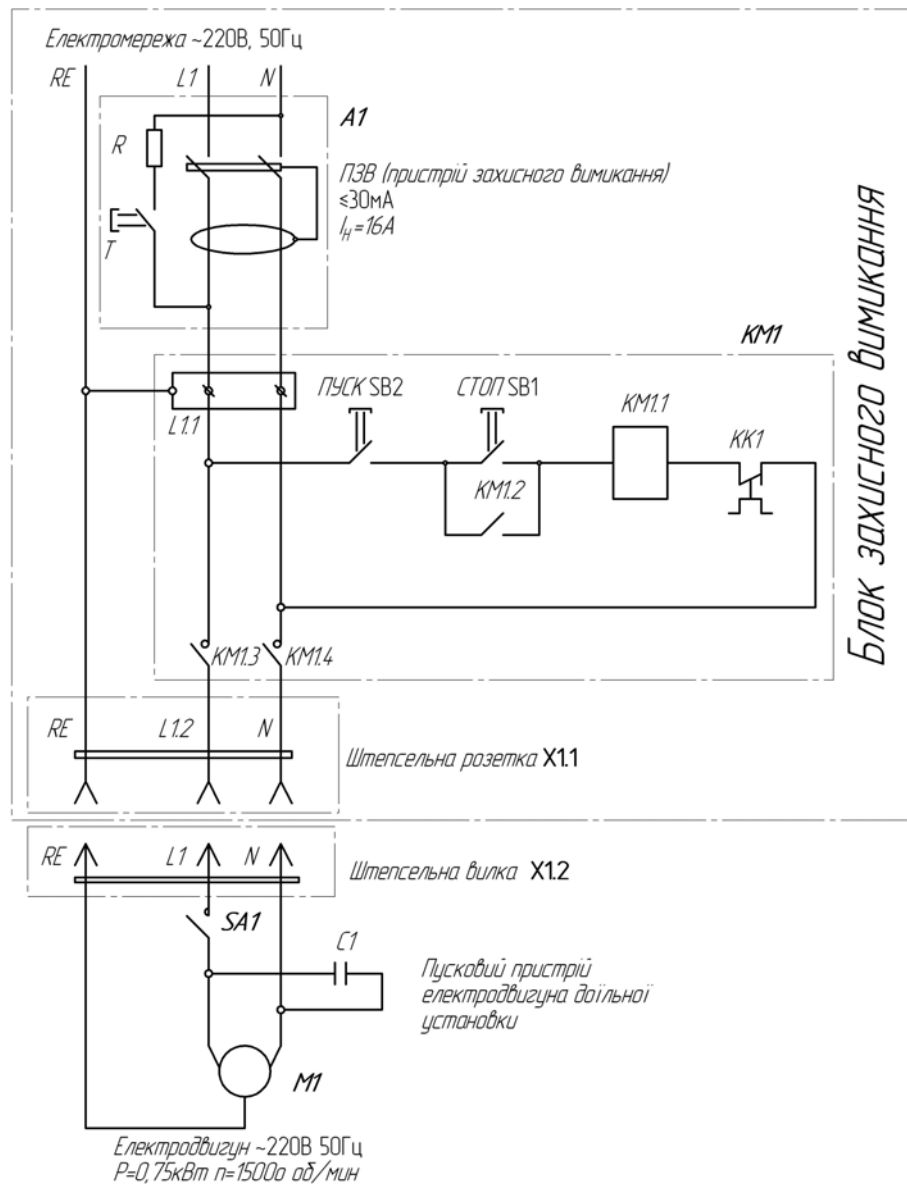

Рисунок 8 – Приклад виконання електричної схеми блока захисного вимикання для вмикання доїльної установки ДУ-10 до електромережі
3.8.4 Приклад виконання електричної схеми блока захисного вимикання для вмикання доїльної установки ДУ-10 до електромережі подано на рис. 8.
5.3.1 Підключити доїльний апарат до захисного пристрою, що має бути змонтований на стіні приміщення (рис. 8). Ввімкнути, натискаючи тумблер у положення «ПУСК», доїльну установку.
- 6.1.2 Підключити доїльний апарат до захисного пристрою, що має бути змонтовано на стіні приміщення (рис. 8). Ввімкнути, натискаючи тумблер у положення «ПУСК», доїльну установку.